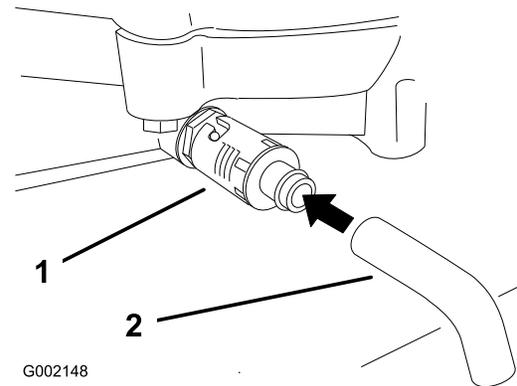

Bild 21
4. Stellen Sie eine Auffangwanne unter den Ablass. Drehen Sie das Ölablassventil, damit das Öl herauslaufen kann (Bild 21).